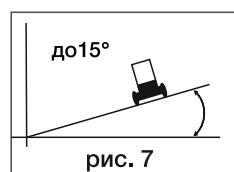

рис. 7
- Не косить на склонах с углом наклона более 15° (рис.7).
Для модели L5154S и L5362S - установите рычаг регулировки оборотов (17) в минимальное положение (рис.7). Отпустите рычаг привода колес (15) и отпустите рычаг остановки двигателя (2) рис.8.